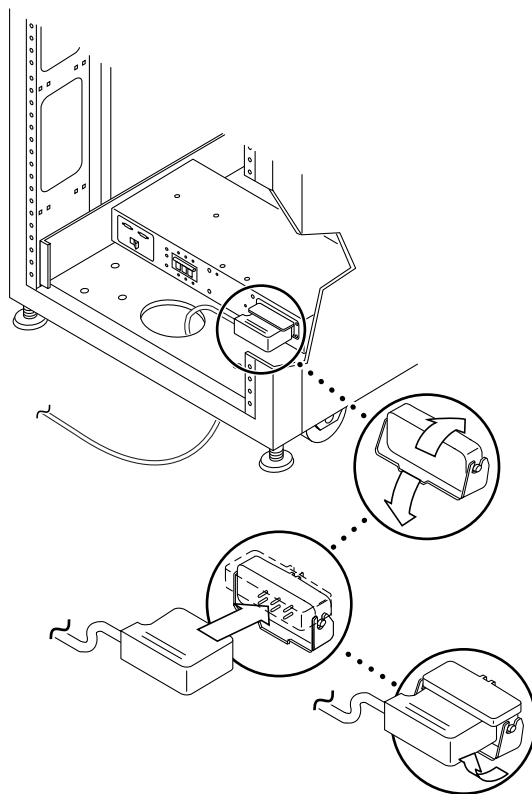

FIGURE 2-14 Connexion des câbles d'alimentation
4. **Connectez chaque câble d'alimentation aux séquenceurs d'alimentation avant et arrière (FIGURE 2-14) :**